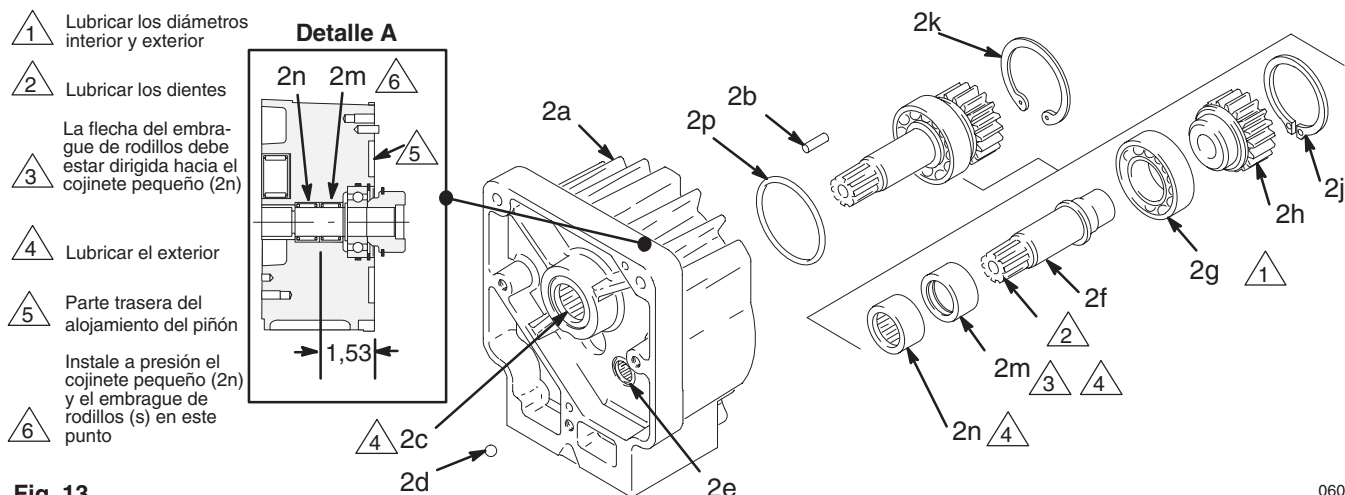

Fig. 13
3. Quite primero los dos tornillos (59) y arandelas de retención (16) inferiores, y luego los tres tornillos superiores (59) y las arandelas de retención (16).
4. Saque el alojamiento del piñón (2) fuera del cárter del embrague (1). El disco (51b) saldrá con él.
5. Saque el disco (51b) del cubo (2h**) del alojamiento del piñón. Vea también la Fig. 13.
6. Si se reemplaza completamente el conjunto del alojamiento del piñón (2), aplique lubricante G-n (suministrado) en todos los dientes del eje del piñón. Después recubra los dientes del eje del piñón con grasa de cojinetes (suministrada). Meta el resto de la grasa de cojinetes en la parte inferior del alojamiento del piñón. Utilice 3,8 litros de grasa de cojinetes.
7. Instale la nueva junta (64) (suministrada).
Reparación del piñón (Fig. 13)
5. Aplique lubricante en las piezas, de la forma indicada en la Fig. 13.
- El cojinete pequeño (2n) y después el embrague de rodillos (2m), con la flecha dirigida hacia el cojinete pequeño, en la parte trasera del alojamiento (2a). Vea el **Detalle A** de la Fig. 13.
Examine el desgaste del cubo acanalado (2h**, Fig. 13, página 24). Reemplace si fuera necesario. Siga las instrucciones de la sección **Alojamiento del piñón**, de la página 24.